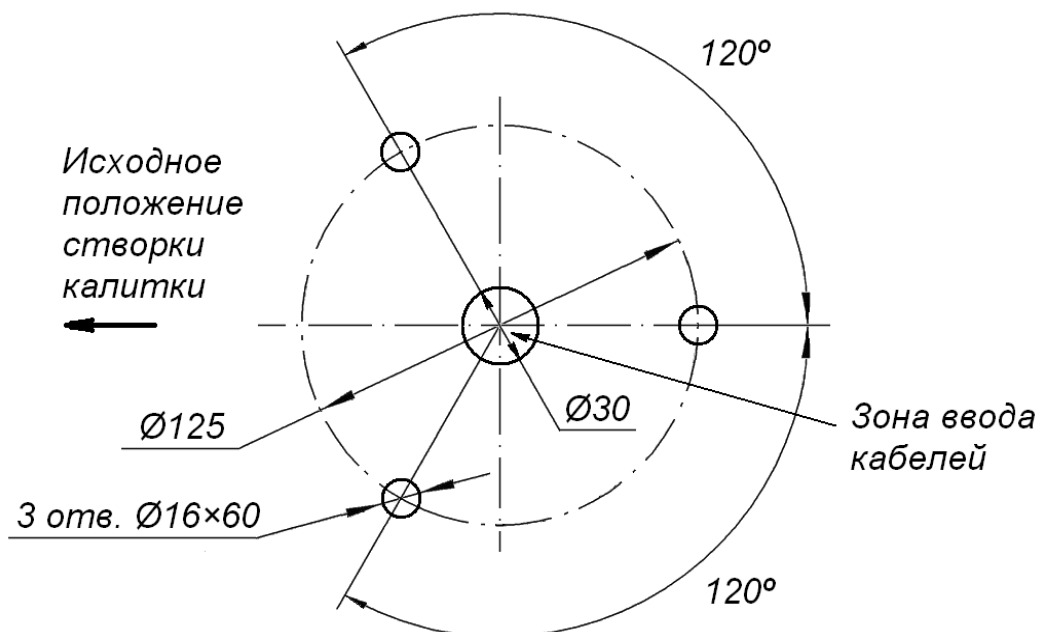

Рисунок 8. Схема разметки для монтажа калитки²
- Разметку установочных отверстий следует производить строго по прилагаемой схеме (см. рис. 8), рекомендации даны с учетом комплектации калитки анкерными болтами для прочных бетонных полов.
2. Выполните на полу разметку для монтажа калитки в соответствии с рис. 8 и разметку кабельных каналов для прокладки кабеля управления (10), кабеля питания (11). Подготовьте в полу кабельный канал и отверстия для анкеров для крепления стойки калитки. Вставьте гильзы анкеров на всю глубину подготовленных отверстий. К стойке калитки от блока управления подведите по кабельному каналу кабель управления (10) и кабель питания (11).